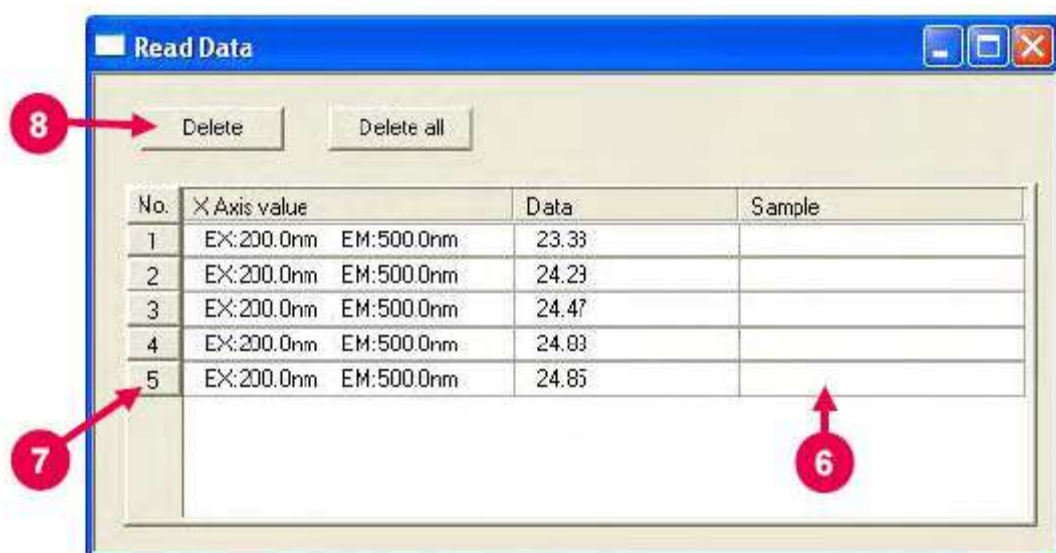

Рис. 7-55
- (5) При считывании данных также отображается информация об имени выборки. Здесь можно ввести имя выборки. Для ввода имени, нажмите строку, расположенную в колонке «Выборка». (Смотрите (6) на рис. 7-55).
- (6) Считанные данные могут быть удалены. Чтобы удалить данные из таблицы, нажмите соответствующий номер (смотрите (7) на рис. 7-55). Затем нажмите кнопку «Удалить» (смотрите (8) на рис. 7-55). Появится диалоговое окно, показанное на рис. 7-56. Нажмите кнопку «Да» (Yes) (смотрите (9) на рис. 7-56). При этом данные будут удалены.